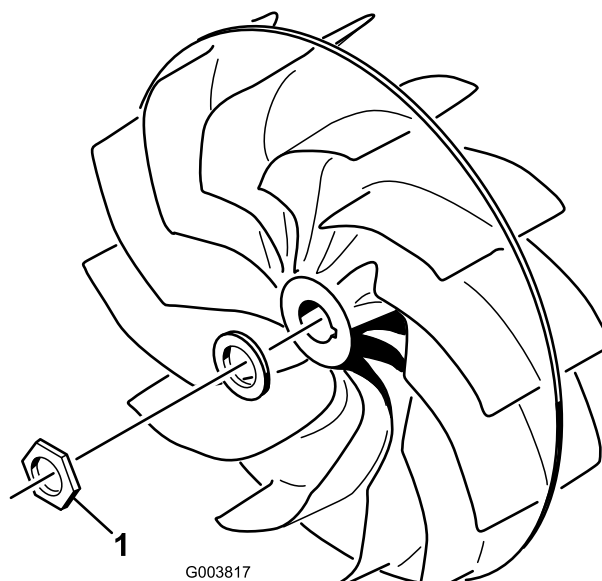

Рисунок 16
- Крепежную гайку вентилятора (Рисунок 16) необходимо затянуть с моментом 500 фунт-футов.